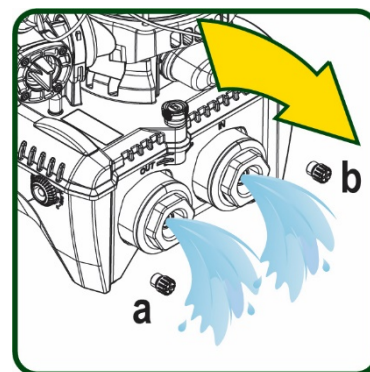

Рисунок 18
5. удалите обе дренажные заглушки на док-станции и вылейте через них оставшуюся внутри воду (около 11 литров); Рис. 18
2. Снимите давление с участка установки бака (снимите с установки давление, закройте ближайший к насосу клапан, чтобы предотвратить освобождение всей установки на нагнетании, откройте дренажную заглушку на нагнетательном коллекторе насоса -Рис. 18А-, ускорьте дренаж воды, открутив заливную пробку в техническом отсеке для попадания внутрь воздуха)